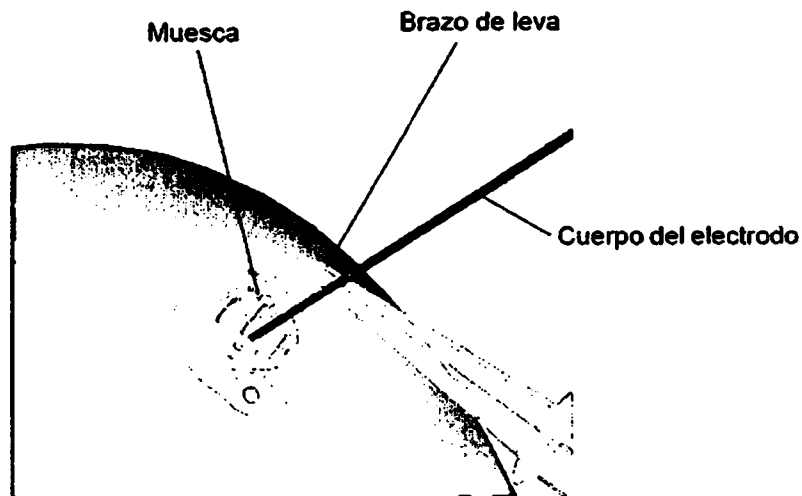

Figura 5. Inserte el brazo de leva de la herramienta de inserción en la muesca y gírelo para bloquear el clip de soporte en torno al cuerpo del electrodo.
- a. Inserte la punta de nailon del brazo de leva de la herramienta de inserción en la pequeña muesca del clip de soporte (Figura 5).